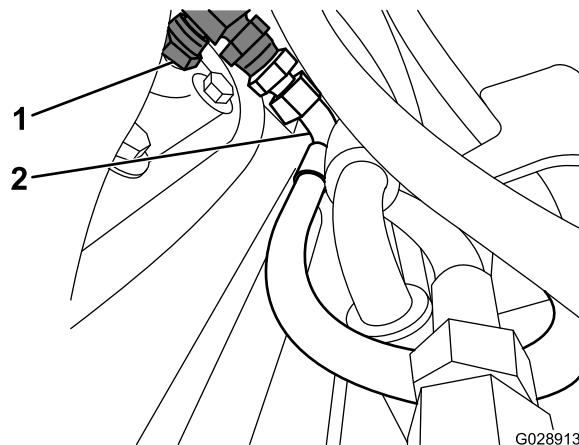

**Figure 1**
- Sur l'arrière du bloc du plateau de coupe, débranchez le flexible de vidange de 3/8 po et placez l'obturateur dans l'ouverture (Figure 1).
- Posez le raccord en T de 1/4 po (Figure 1).